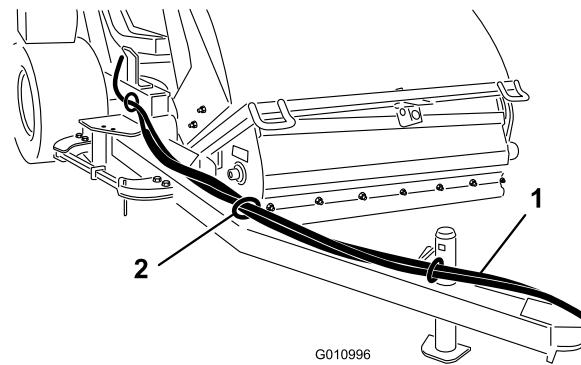

Figure 10
- Faites passer les flexibles hydrauliques et le faisceau de câblage dans les guides de flexibles jusqu'à l'avant de la flèche d'attelage (Figure 10).